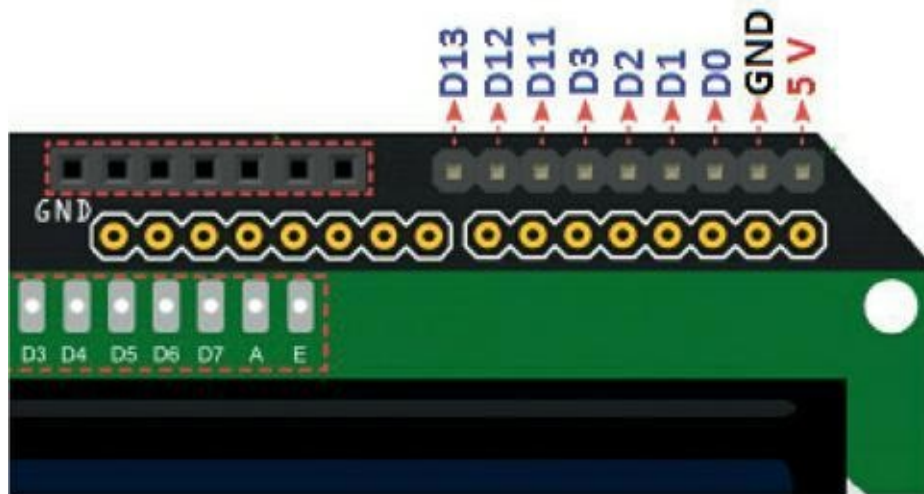

Figure 12.4 : Branchement du capteur à l'afficheur.
2. Branche la broche TNG à la broche **D11** qui est rapportée en haut de la carte fille. Note que les numéros des broches du connecteur mâle ne sont pas dans l'alignement vertical des broches de la carte mère Arduino. Sers-toi du schéma illustré à la Figure 12.4.